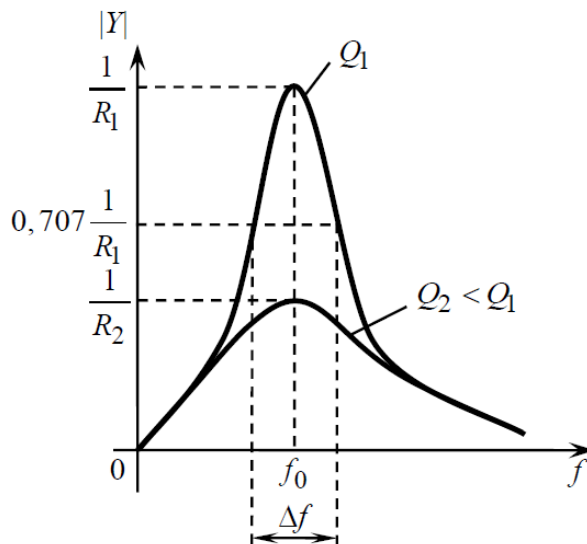

Рис. 2
Примерный вид АЧХ, построенных по выражению (7) при различных значениях  $R$ , представлен на рис. 2.